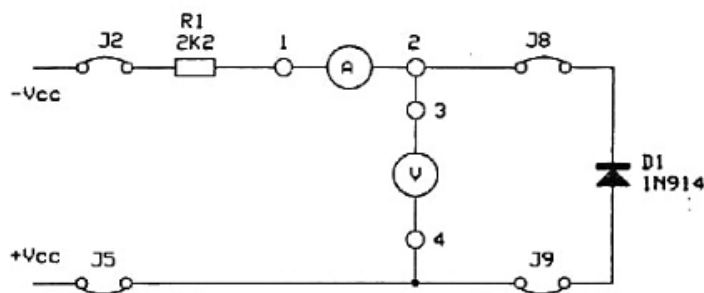

Fig. 9: Circuito del módulo MCM3 – Diodos
2.2.6. Con el módulo **MCM3** y dos multímetros uno como amperímetro y otro como voltímetro. Proceder a conectar los puentes J2, J8, J9 y J5 de manera de realizar el circuito que se muestra en la Fig. 9.